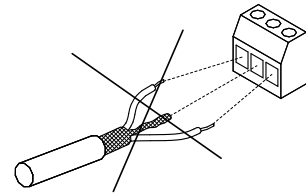

Fig. 9 Los extremos del blindaje no deben trenzarse
- Evite terminar el blindaje trenzando los extremos. Consulte la fig. 9. En su lugar, use abrazaderas para cables o entradas para cable atornilladas conforme a lo dispuesto en la normativa EMC.